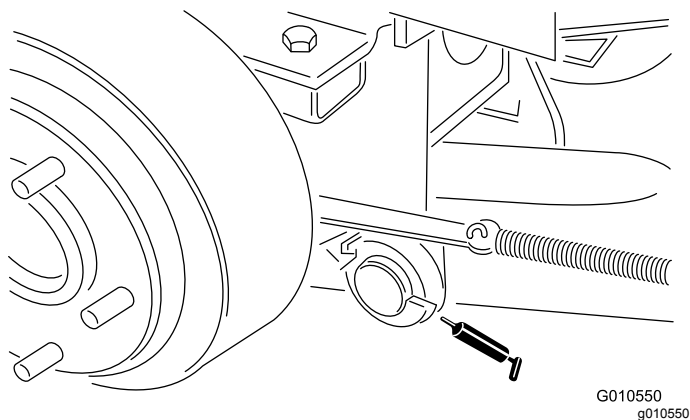

Figure 18
- Pivots de bras de levage arrière (2) (Figure 18)